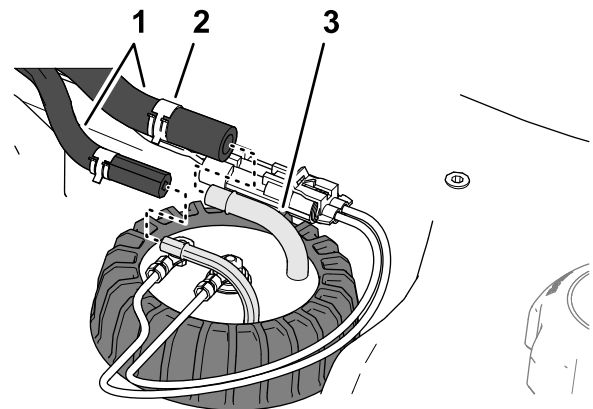

**Bild 123**
3. Trennen Sie den 2-poligen Steckverbinder des Kraftstoff-Füllstandensors von dem 2-poligen Steckverbinder des Maschinenkabelbaums (Bild 123).